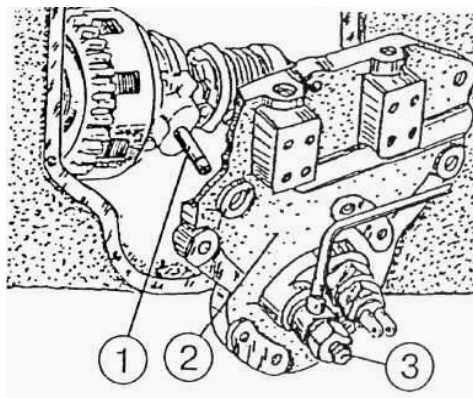

Рисунок 5.66
6) гайки (2) крепления фланца (3), карданного вала, затяните моментом 35...45 Н м (3,5...4,5 кгс м);
7) при установке на трансмиссию крышки (2) (**рисунок 5.66**), в сборе, отвинтите пробку (3) и совместите втулку (1) с отверстием в крышке при помощи прутка 5...6 мм;